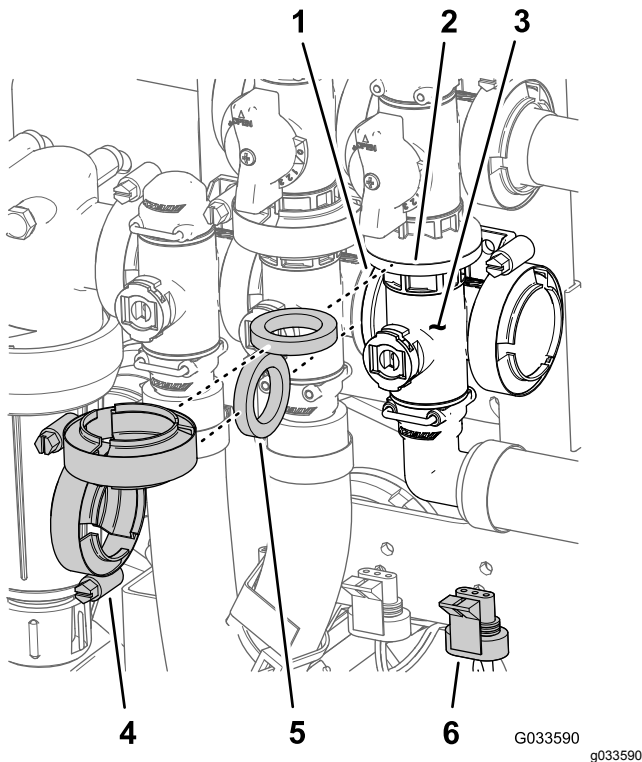

Bild 126
1. Fluchten Sie den Flansch des Hauptausleger-Ventilverteilers, eine Dichtung und den Flansch des Hauptausleger-Sicherheitsventils aus (Bild 126).
2. Montieren Sie den Hauptausleger-Ventilverteiler, eine Dichtung und das Hauptausleger-Sicherheitsventil mit einer Flanschklammer und ziehen sie mit der Hand an (Bild 126).
3. Fluchten Sie den Flansch des Hauptausleger-Ventilverteilers, eine Dichtung und den Rührwerkventilverteiler aus (Bild 126).
4. Montieren Sie den Hauptausleger-Ventilverteiler, die Dichtung und den Rührwerkventilverteiler mit einer Flanschklammer und ziehen sie mit der Hand an (Bild 126).
7. Befestigen Sie das Rührwerkventil mit der Bundkopfschraube und der Sicherungsbundmutter (Bild 126), die Sie in Schritt 3 von Entfernen des Ventils des Hauptauslegerverteilers (Seite 83) entfernt haben, an der Ventilhalterung und ziehen Sie die Schraube und Mutter bis auf 10-12 N·m an.